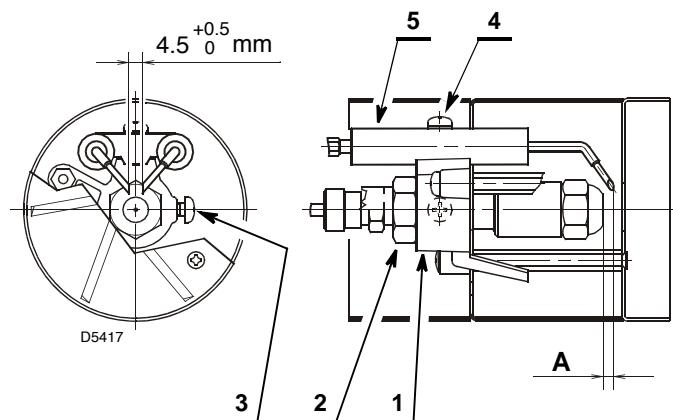

Fig. 18
- appuyer le support de l'accroche flamme 1) (Fig. 18) sur le porte gicleur 2) et bloquer avec la vis 3);
- Extraire le petites câbles 1) des électrodes, desserrer la vis 3) (Fig. 18) et extraire le groupe accroche flamme 6) du porte gicleur 5).